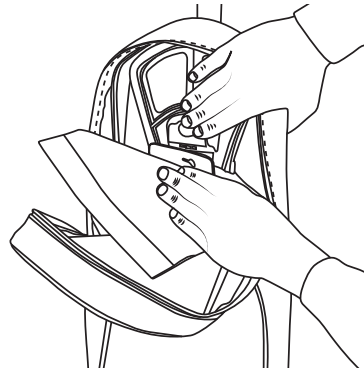

Fig. 9
2. Retirez le sac usagé en appuyant sur la languette du support de sac et en retirant le sac de l'aspirateur (Fig. 9). Jetez le sac usagé.